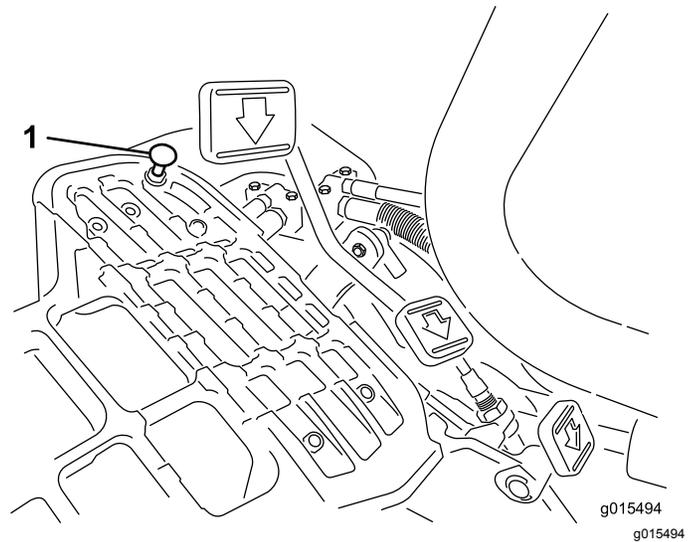

图38
要获得最大行驶速度请将功能控制杆放在行驶位置并踩下驱动踏板。如果在拉线感到张紧力之前踏板接触到限位器图 38 请执行以下调节程序
1. 将功能控制杆放在行驶位置松开将踏板限位器固定至底板上的锁紧螺母图 38。